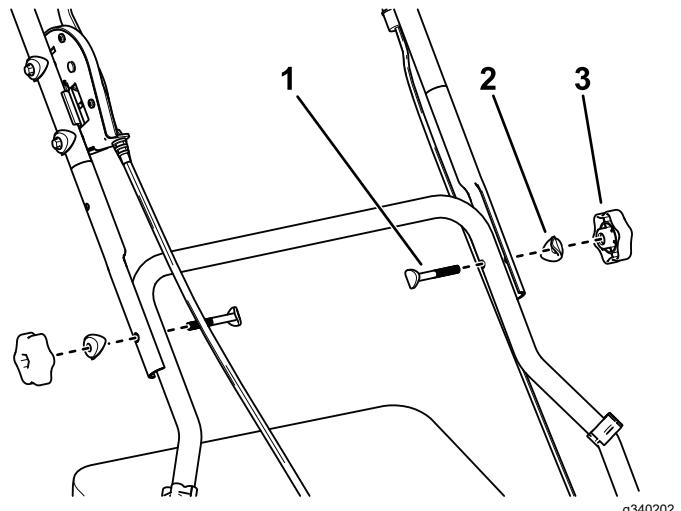

Figura 4
3. Montate ogni lato della stegola superiore alla stegola inferiore usando una rondella concava, un bullone a testa curva e una manopola di bloccaggio (Figura 4).
Nota: Non riempite il serbatoio del carburante al di sopra della parte inferiore del collo del bocchettone (Figura 4).